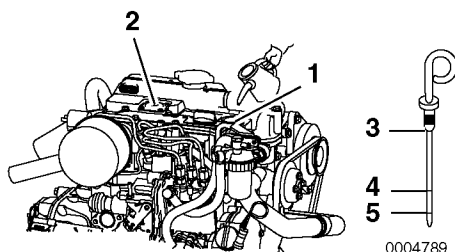

Figure 6
2. Fjern peilepinnen (Figure 6, (3)) og tørk den av med en ren klut.
4. Fjern peilepinnen. Oljenivået bør være mellom øvre (Figure 6, (4)) og nedre (Figure 6, (5)) linje på peilepinnen.
1. Fjern det gule påfyllingslokket for olje fra påfyllingsstussen (Figure 6, (1)) på vippearmdekslet (Figure 6, (1)) og fyll på motorolje.
2. Fyll på motorolje til øvre grense (Figure 6, (4)) på peilepinnen (Figure 6, (3)).